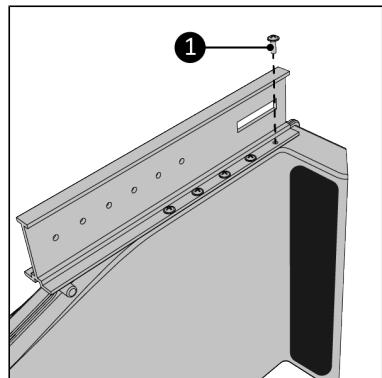

Figure 200.
- Vissez le rail principal sur le Way-out au moyen des dix vis de 3,5 x 10 mm (Figure 200, pos. 1). Assurez-vous que tous les trous de vis correspondent.